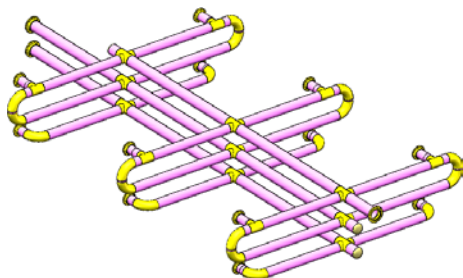

图 3-37 其余管道布管效果
STEP 6 通过相同操作，以先绘制线，再添加三通和四通的方式，可完成其他部分管线的布管操作，如图 3-37 所示。